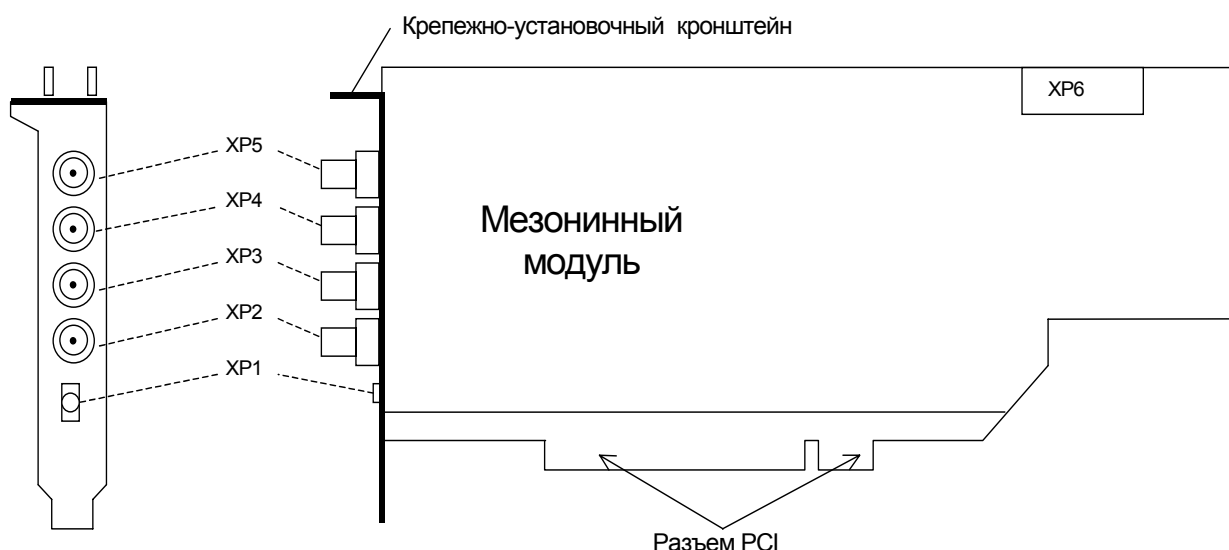

Рис. 4.1. Схема расположения разъемов.
- 4.2.5. Для предотвращения выхода из строя платы ЛА-н10м8РСІ-0108-500 на входные разъемы необходимо подавать сигналы с параметрами, указанными в таблице (Таблица 4. 1). Расположения разъемов указано на рисунке (Рис. 4.1).